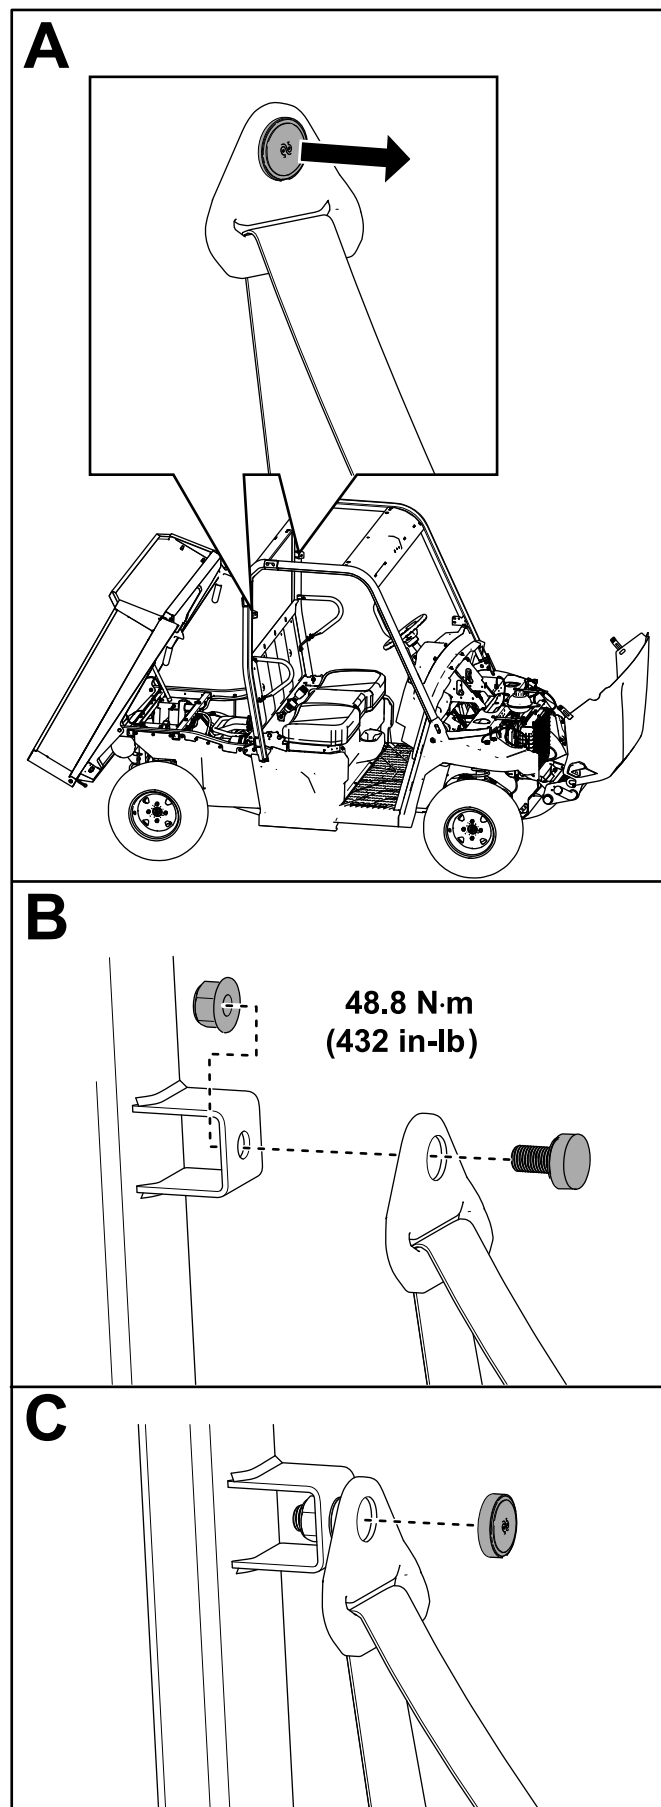

Figura 22
- A. Retire el tapón de la parte superior del cinturón de seguridad (Figura 22).
- B. Inserte el cinturón de seguridad en el soporte del cinturón de seguridad de la barra antivuelco y fije el cinturón con una contratuerca (7/16"), tal y como se muestra en la Figura 22.
Apriete la contratuerca (7/16") a 48,8 N·m, tal y como se muestra en la Figura 22.
- C. Instale el tapón (Figura 22).